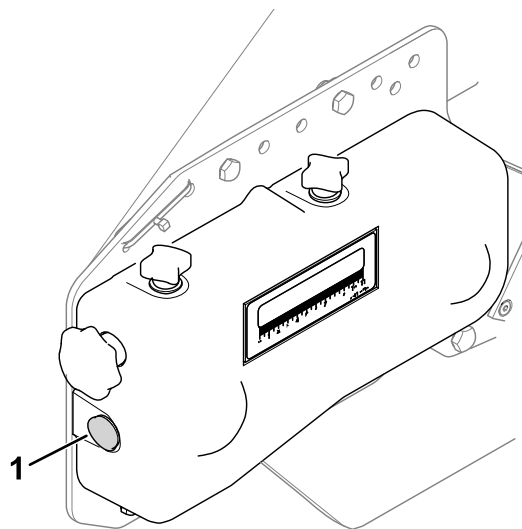

Figura 19
1. Retire el tapón de llenado (Figura 19) del lateral de la caja de engranajes.